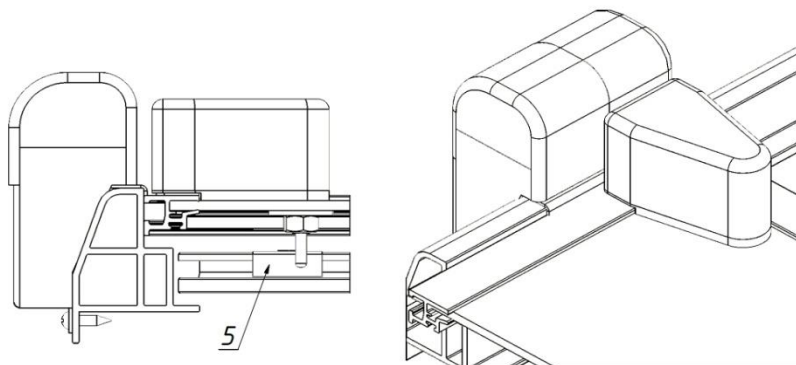

Рис. 10
- Установить отбойник **5** на пластиковое обрамление нижней двери ларя напротив штока ригеля согласно Рис. 9 и Рис. 10, закрепить отбойник с помощью самореза **11**.
6. Проверить работоспособность установленного замка вместе с ригелем. Установка завершена. (Рис. 10)